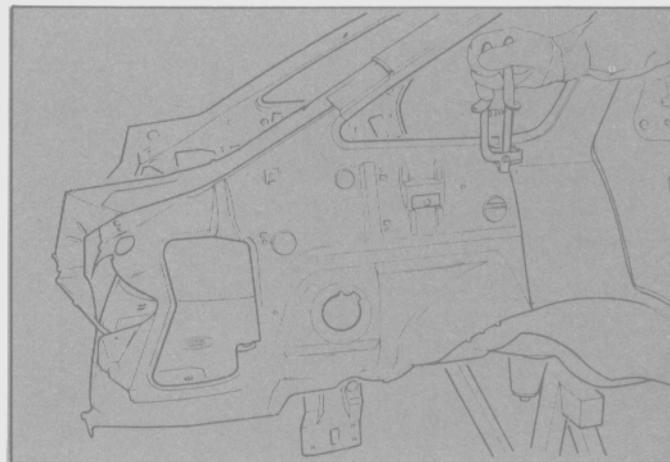

Fig. 226
- Encastrar los bordes cortados del panel (Fig. 226).